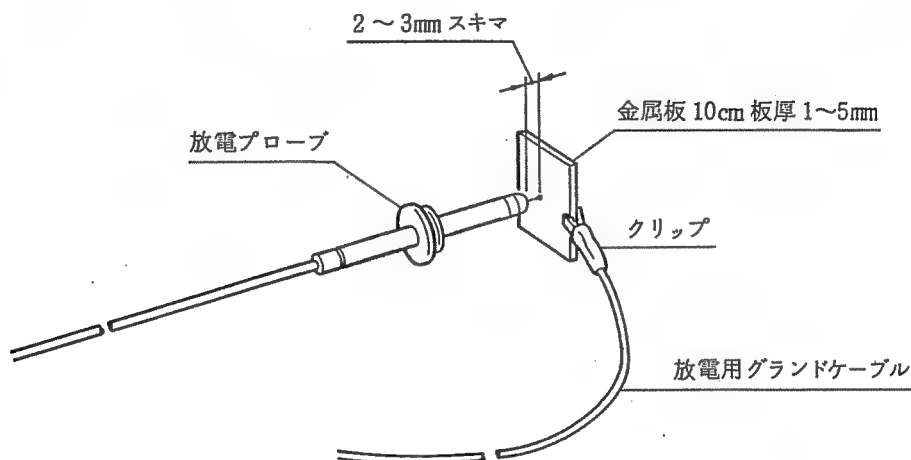

図 12
7. トリガースイッチのボタンを押し、放電電極先端より金属板へ5~6回位火花放電させる。又金属板と電極先端の距離を変えて放電状態も確認する。(図12の状態)
8. 項目6の状態で高圧OFFスイッチ④を押し高圧警告ランプ⑥が消えることを確認する。